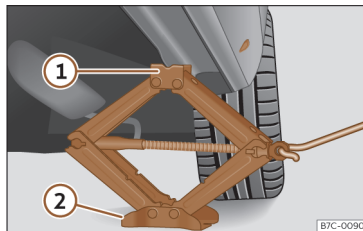

Fig. 236 Longarina: colocação do macaco do veículo.
- Rode a manivela do macaco, colocado por baixo do ponto de apoio da longarina, para levantá-lo até que o ressalto ① >>> **Fig. 236** se encontre por baixo do alojamento previsto.
- Alinhe o macaco de forma a que a patilha ① «encaixe» no alojamento previsto da longarina e que a placa base móvel ② fique apoiada no chão. A placa base ② deve ficar colocada na vertical relativamente ao ponto de apoio ①.